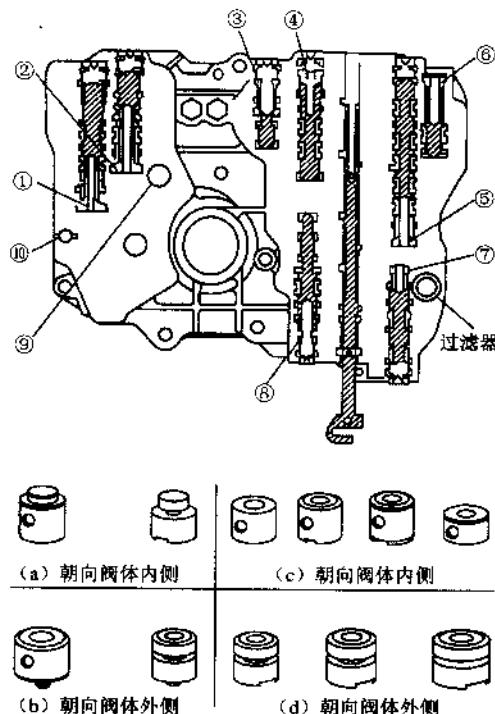

图 4.89 主阀体的组装
- (1) 对所有零部件加自动变速器油。
- (2) 用分解图中的图示方向安装滤清器。
- (3) 检查所有的阀是否移动自如，如果有任何黏滞现象，应进行阀体修理。
- (4) 阀弹簧的位置安装必须按图 4.89 和表 4.2 所示位置安装。
- ① 将阀栓、阀弹簧和阀帽装入阀体后，再用阀帽夹固定。阀帽的安装应按图中所示的方法进行。
- ② 阀帽一端为凸头另一端为平头时，安装时平头的一端朝向阀体内侧。
- ③ 阀帽两端都为凸头时，安装时较小凸头的一端朝向阀体内侧，小凸头端是弹簧导槽，如图 4.89 (a) 所示。
- ④ 阀帽一端为凸头另一端为空心时，安装时凸头的一端朝向阀体内侧，凸头端是弹簧导槽。
- ⑤ 阀帽一端为凸头另一端为平头时，安装时凸头的一端朝向阀体内侧，凸头端是弹簧导槽，凹槽部分是阀帽夹导槽，如图 4.89 (b) 所示。
①~⑩—主阀体各弹簧（见表 4.2）
- ⑥ 阀帽两端都为空心时，安装时空心端都应朝向阀体外侧。
- ⑦ 阀帽一端为凹槽时，安装时凹槽的一端朝向阀体内侧。
- ⑧ 阀帽两端都为平头，中心有通孔时，安装时较小孔的一端朝向阀体内侧，如图 4.89 (c) 所示。
- ⑨ 阀帽两端都为平头并且阀帽中间为凹槽时，安装时凹槽部分朝向阀体外侧，如图 4.89 (d) 所示。